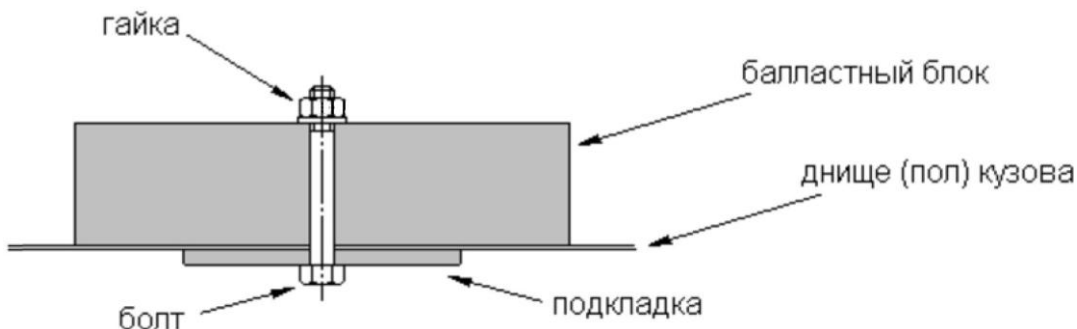

Рис.4
- 9.13.7. Для подгонки массы автомобиля допускается применение одного или нескольких балластных грузов, при условии, что они представляют собой прочные и единые блоки, и размещенные на полу или снизу пола салона или багажника. Балласт должен быть прикреплен к кузову болтами класса 8,8 минимальным диаметром 8 мм с подкладками, в соответствии с Рис. 4. Минимальная площадь соприкосновения между кузовом и подкладками в каждой точке крепления должна быть не менее 40 см2. Количество болтов: не менее двух (2) на каждые 20 кг балласта и не менее двух (2) на каждый блок весом свыше 10 кг. Толщина подкладки не менее 3 мм. Болты следует размещать вблизи периметра блока на максимальном расстоянии друг от друга. Рекомендуется размещать блоки вблизи вертикальных элементов кузова (туннель, короб, и т. п.). Также рекомендуется приваривание подкладок к панели днища.